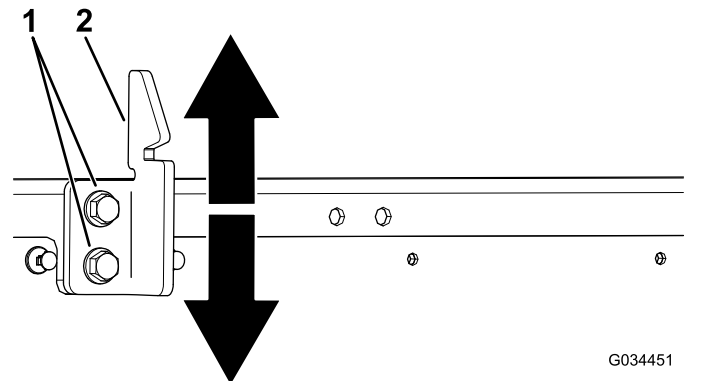

Figura 66
3. Afloje los 2 pernos en el cerradero del cierre de la plataforma y desplácelo hacia arriba o hacia abajo, en función de si está demasiado alto o bajo (Figura 66).
4. Apriete los 2 pernos del cerradero del cierre de la plataforma (Figura 66).